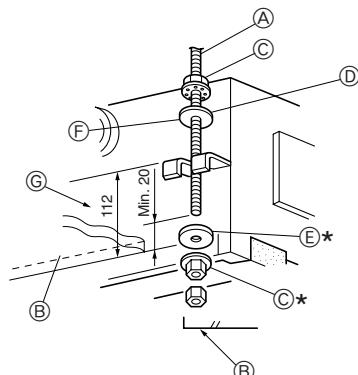

Fig. 2-7
1. Заранее насадите шайбы ① ② (входят в комплект) и соответствующие гайки (приобретаются на месте) на подвесной болт. (Fig. 2-7)
- * Выполните эту операцию в следующей последовательности (начиная сверху): гайка, шайба с изоляцией ②, шайба без изоляции ①, две гайки.
- * Расположите шайбу с изоляцией ② таким образом, чтобы изоляция была обращена вниз, как изображено на рисунке.
2. Поднимите прибор и установите его на место, правильно отцентровав по отношению к подвесному болту. Пропустите скобу между шайбами ① и ②, которые уже на месте, и закрепите гайки. Повторите данную операцию в четырех точках.